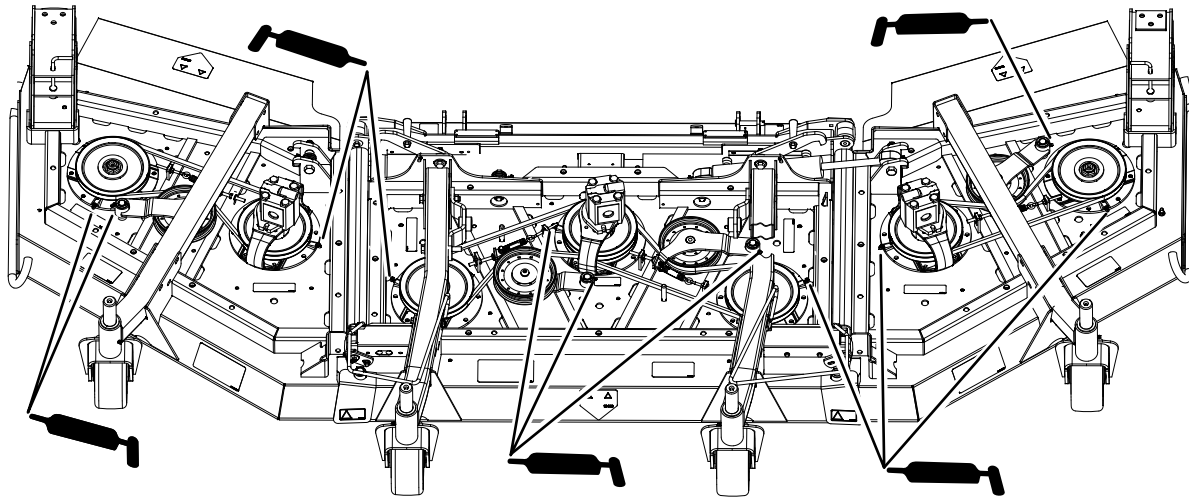

**Figure 80**
- 2 bagues d'axe de chape de roue pivotante (Figure 80)